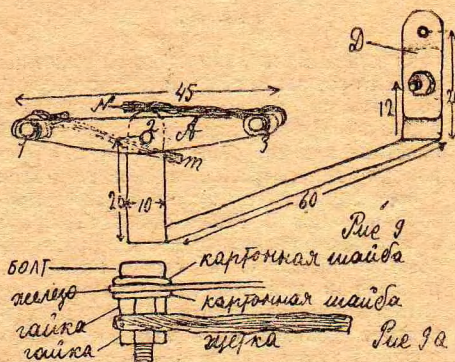

Рис. 9.
Якорь помещается между электромагнитами, в стойке (рис. 9). Стойку для якоря я сделал из латуни в 10 мм шириной и 1 мм толщиной, но можно ее сделать и из железа.
Стойка должна быть сделана так, чтобы можно было вынимать якорь в случае повреждений. Для этого я просверлил одну дырку ниже и сделал из оставшихся кусочков латуни полосу Д (рис. 9). В этой полоске две дыры. Через нижнюю дырку и более низкое отверстие стойки я продел контакт для радиоприемника и привинтил его. Вторая дырка должна быть на одинаковой высоте с более высоким отверстием другой стойки. Эта дырка для оси. Теперь я вставил ось якоря в стойку и проверил, не задевает ли якорь за магниты. В тех местах, где он задевал, я его немного подогнул молотком.
укрепления щеток я отрезал железную полосу длиной в 45 мм и пробил в ней 3 дырки №№ 1, 2, 3 (рис. 9), а затем припаял к стойке так, чтобы средняя дырка (2) на пластинке совпала с отверстием в стойке. В боковые дырки (1 и 3) я проделал контакты для радиоприемника и плотно привинтил их, предварительно подложив под головку контакта и под гайку картонные кружки, чтобы изолировать контакты от пластинки (это показано на рис. 9-а). Щетки я сделал из осветительного шнура, который я оголил, и получившиеся пучки проволоки зажал контактами.